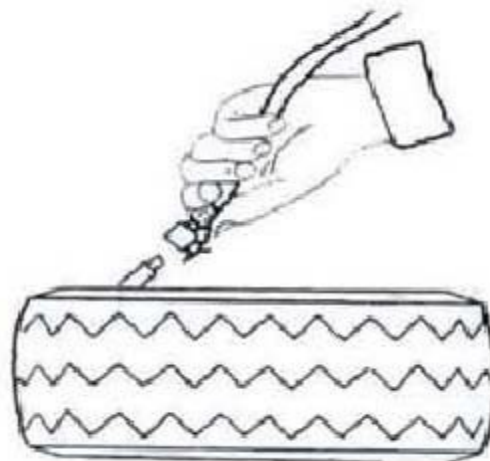

рис. 8
- 4) Смажьте борт шины и обод колеса, при необходимости, добавьте дополнительное количество смазки; Рис. 8